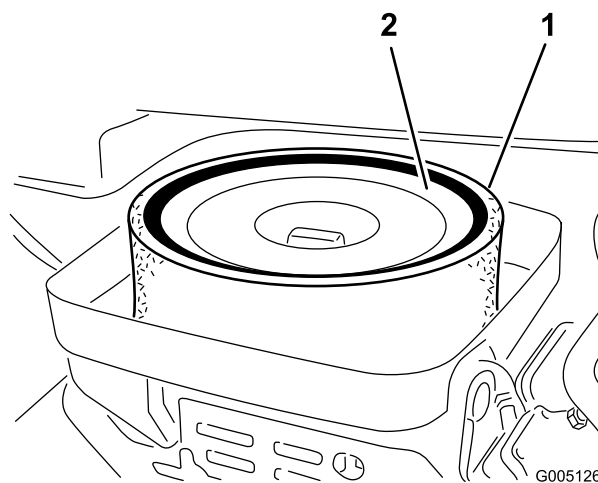

Figura 41
3. Retire a porca que fixa os elementos de filtragem ao corpo do filtro de ar (Figura 41).
4. Se o elemento de esponja se encontrar sujo, deverá retirá-lo do elemento de papel (Figura 41). Limpe-o cuidadosamente, da seguinte forma: